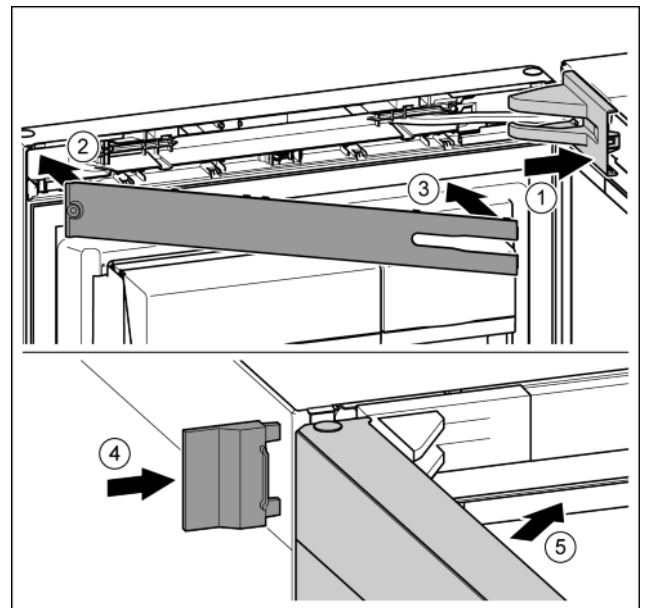

Fig. 48
- ▶ Крышку опорного кронштейна установить и зафиксировать, при необходимости, осторожно разжать. Fig. 48 (1)
- ▶ Установить накладку. Fig. 48 (2)
- ▶ Наклонить и защелкнуть накладку. Fig. 48 (3)
- ▶ Надвинуть внешнюю крышку. Fig. 48 (4)
- ▶ Закрыть верхнюю дверь. Fig. 48 (5)